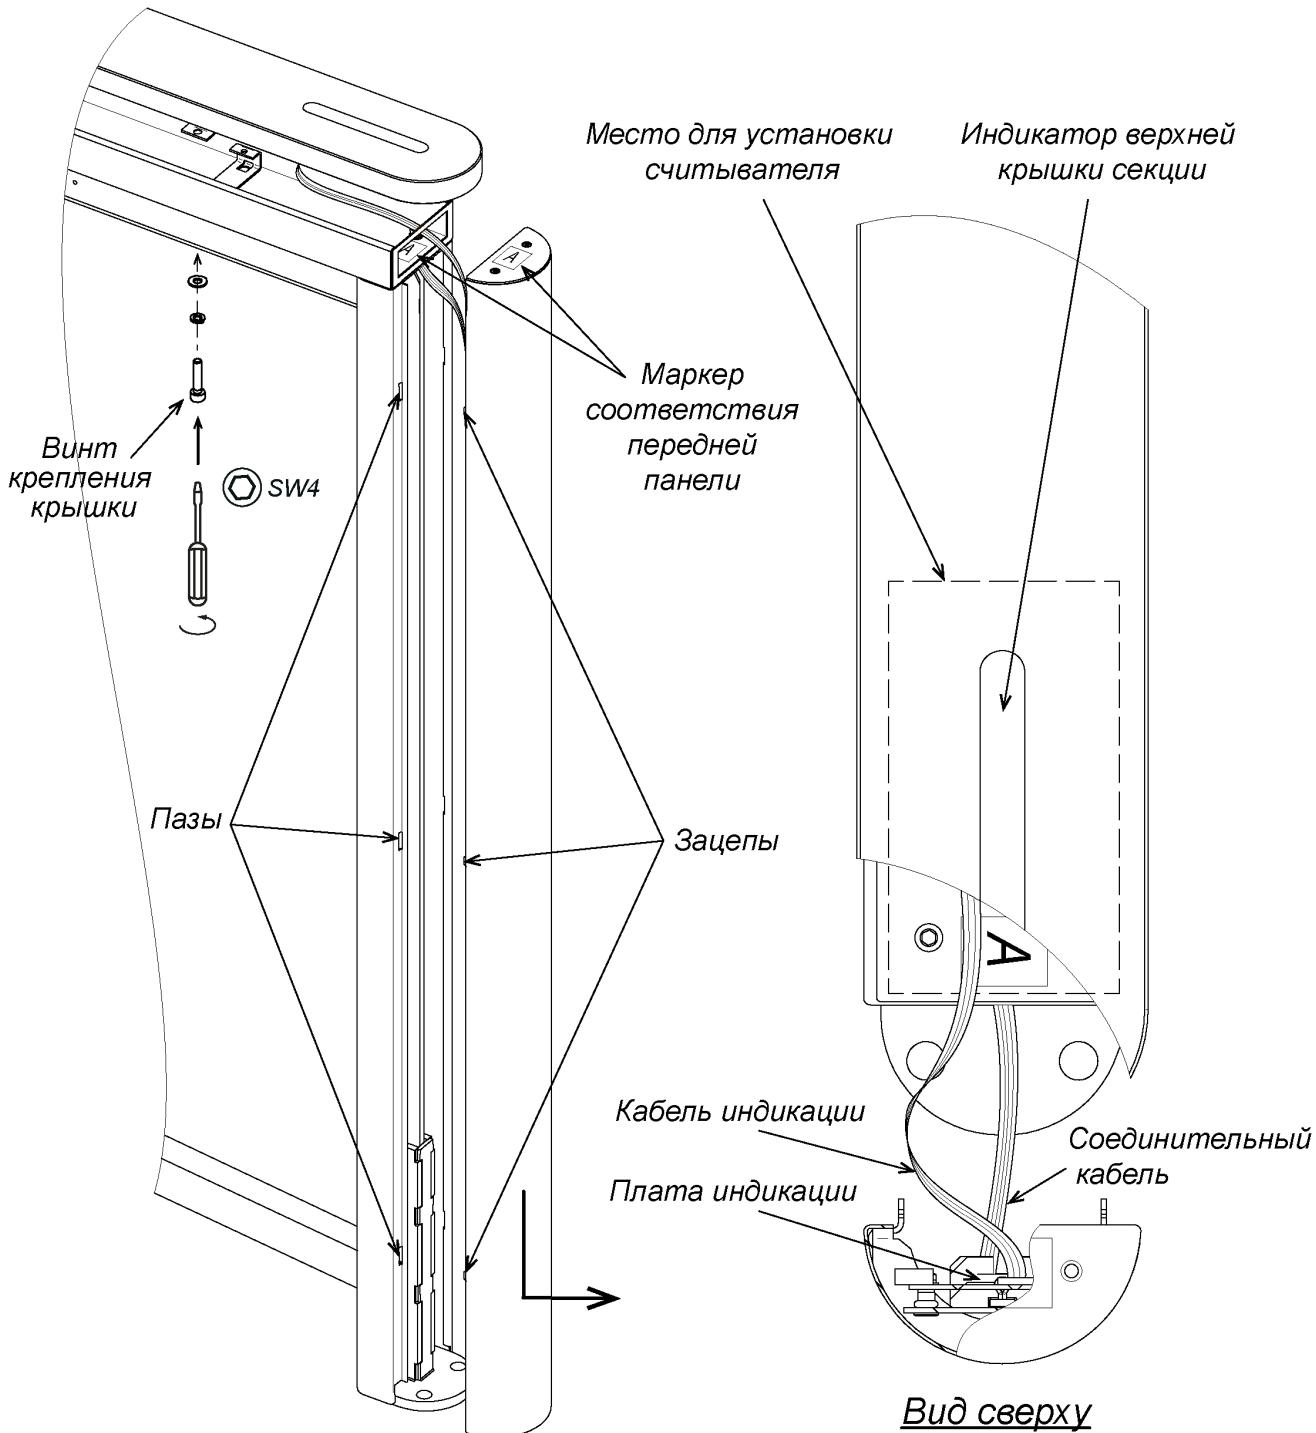

Рисунок 22. Снятие передней панели боковой стойки
21. При необходимости произведите монтаж считывателей карт доступа в верхнем коробе секции (см. рис. 22).
24. Установите на свои места передние панели боковых стоек (10) (разд. 8.8.2). При установке передних панелей с платами индикации ОБЯЗАТЕЛЬНО соблюдайте соответствие маркеров на панели и на секции (см. рис. 22). После установки проверьте, чтобы верхний край панелей находился на одном уровне с корпусом секции.
Для снятия передней панели боковой стойки (10) – сдвиньте ее вдоль стойки вниз и затем на себя, выводя зацепы панели из пазов в боковой стойке (см. рис. 22). Осторожно, не повредите соединительный кабель! Отсоедините разъем соединительного кабеля от платы индикации.
При установке передних панелей с платами индикации ОБЯЗАТЕЛЬНО соблюдайте соответствие маркеров на панели и на секции (см. рис. 22).
- Подключите соединительный кабель от модуля управления индикацией (разъем “PASS”, рис. 22) к плате индикации.
- С помощью ключа шестигранного SW4 закрутите четыре винта M4×16 с пружинными шайбами из комплекта поставки через отверстия в нижней части верхнего короба секции (см. рис. 22).